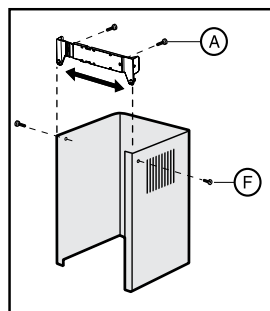
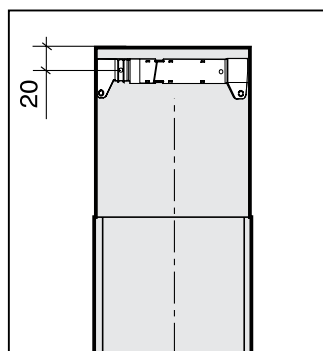

Рис. 10
Рис. 11
2. Отрегулируйте ширину планки для крепления декоративного короба воздуховода (рис.10) и произведите разметку для ее крепления на стене, отступив от потолка 20 мм, как показано на рис. 11. При разметке необходимо обеспечить соосность планки и вытяжки.
5. Закрепите планку для крепления декоративного короба воздуховода (рис. 10, 11) на стене двумя шурупами А так, чтобы соблюдалась соосность планки и вытяжки.
9. Поместите внутреннюю часть декоративного короба в наружную. Установите наружную часть короба на корпус вытяжки. Внутреннюю часть короба поднимите вверх до совмещения узлов крепления короба и планки и соедините их винтами **F** (см. рис. 10).